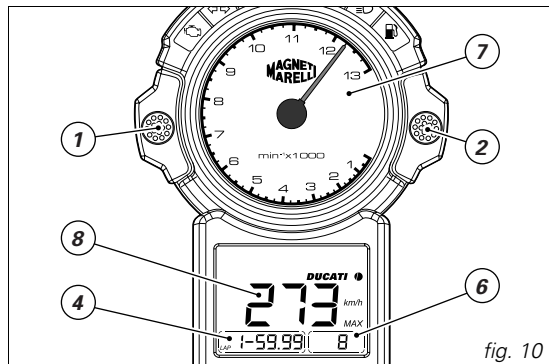
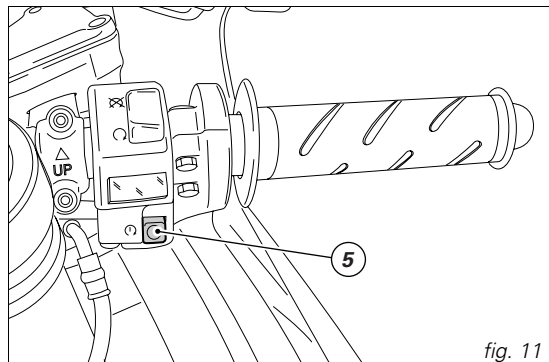

fig. 10
fig. 11
Cette fonction permet de chronométrer le temps sur le tour de circuit, en visualisant également la vitesse et le nombre de tours le plus élevé par rapport au tour chronométré. Sélectionnez la visualisation LAP sur l'écran (4, fig. 10). En roulant, appuyez sur le bouton (5, fig. 11) de démarrage moteur pour faire partir le chronomètre de bord. À la pression suivante du bouton (5), le chronomètre s'arrêtera et le chronomètre de bord démarrera pour le contrôle du 2^{ème} temps.
Après les chronos des tours, vous pouvez afficher 19 temps chronométrés mémorisés dans l'écran à cristaux liquides. Après avoir éteint la moto, appuyez sur le bouton (2, fig. 10) et tournez la clé de la position OFF à ON pour accéder à la Fonction.
- indicateur du régime moteur maximum (7, fig. 10) dans le chrono sélectionné ;
- chrono mémorisé sur le tour de circuit (4, fig. 10) ;
- donnée mémorisée de la vitesse maximale (8, fig. 10) sur le chrono sélectionné.
Pour remettre à zéro les chronos, appuyez sur le bouton (2, fig. 10) pendant plus de 5 secondes.
- 1) si le code est reconnu, le témoin CODE (12, fig. 5) sur le tableau de bord, émettra un bref clignotement ; le système antivol a reconnu le code de la clé et désactive le blocage du moteur. En appuyant sur le bouton START (5, fig. 11), le moteur démarre ;